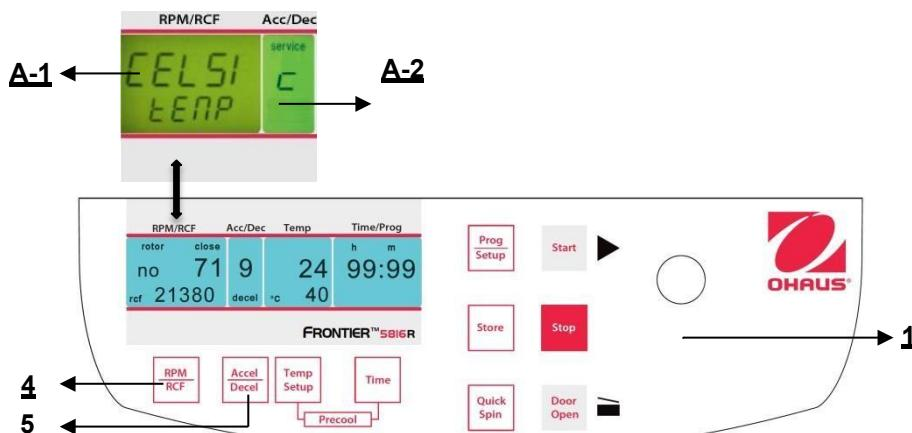

Figura 38
Procedere come descritto al punto 4.1 per inserire questa modalità programma e poi premere il tasto "**Accel/Decel**" (5). Sul display "**Acc/Dec**" (A-2) lampeggia la parola "**Service**". Selezionare adesso la lettera "**B**" con la manopola di regolazione (1). Di conseguenza, sul display "**RPM | RCF**" (A-1), appare la parola "**ON/BEEP**". Dopo aver premuto il tasto "**RPM | RCF**" (4), è possibile selezionare il suono tastiera con la manopola di regolazione(1). (Vedere figura 38).